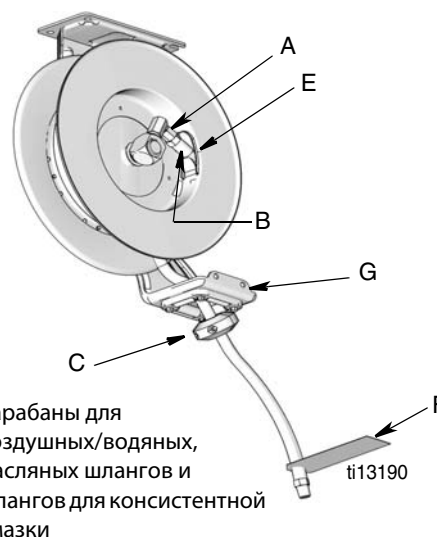

Рис. 12
- Остановите барабан в положении, где остается доступ к шарниру шланга (A) (Рис. 12) и барабан надежно зафиксирован.
6. Установите ограничитель (C) на конец шланга. Если шланг имеет предупредительную бирку (F), ограничитель шланга следует устанавливать на том же конце шланга, где находится бирка.
7. Протяните конец шланга (B) через направляющую (G), а затем через отверстие (E) в барабане (Рис. 12).